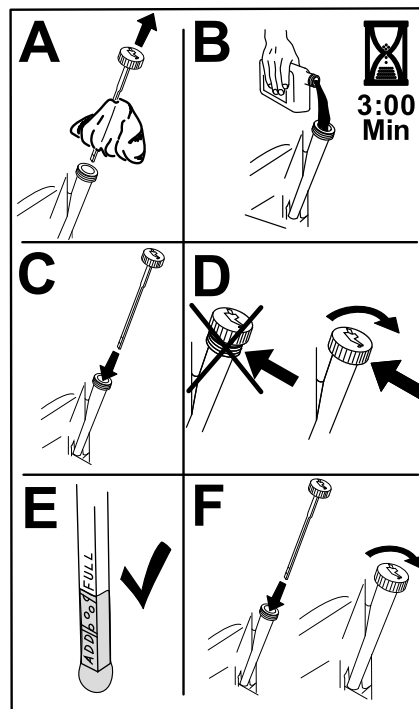

Figura 49
6. Deite cerca de 80% do óleo especificado no tubo de enchimento e adicione lentamente o óleo adicional até chegar à marca Cheio (Figura 49).